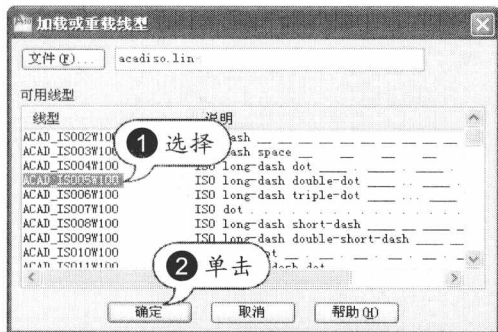

图 1-41 加载第一条线型
STEP 08 加载第一条线型。在“加载或重载线型”对话框中选择第一条要加载的线型，然后单击“确定”按钮，如图 1-41 所示。